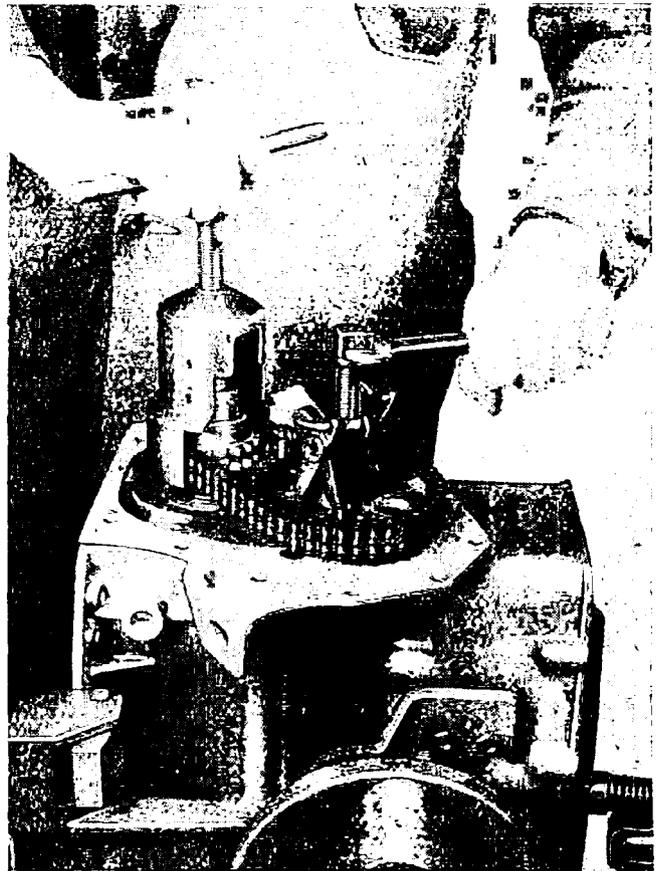

Abb. 4. Abziehvorrichtung Ab Oca 1101
7. Die Mutter (mit dem Nocken) des Nockenwellenkettenrades wird entsichert und abgeschraubt. Die Mutter besitzt Linksgewinde. Zur Sicherung gegen ein Drehen wird wieder die Sperrklinke Ab Oca 3190 verwendet. In der Abbildung ist der Handgriff der Sperrklinke ersichtlich. Der Motor wird in die senkrechte Lage mit dem Vorderteil nach oben gestellt, worauf beide Kettenräder mit der Kette abgenommen werden. In den meisten Fällen ist es nicht notwendig, Abziehvorrichtungen zu verwenden. Sonst wird die Abziehvorrichtung Ab Oca 1101 für das Zahnrad an der Kurbelwelle und Ab Oca 1111 für das Zahnrad an der Nockenwelle laut Abb. 4 angewandt.